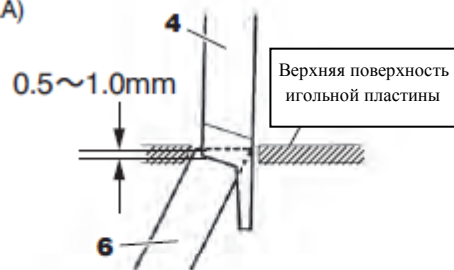

Рис. 21
3. Перекрестите верхний нож 4 и нижний нож 6 друг с другом в центре (А) их режущих кромок (см. рис.21).